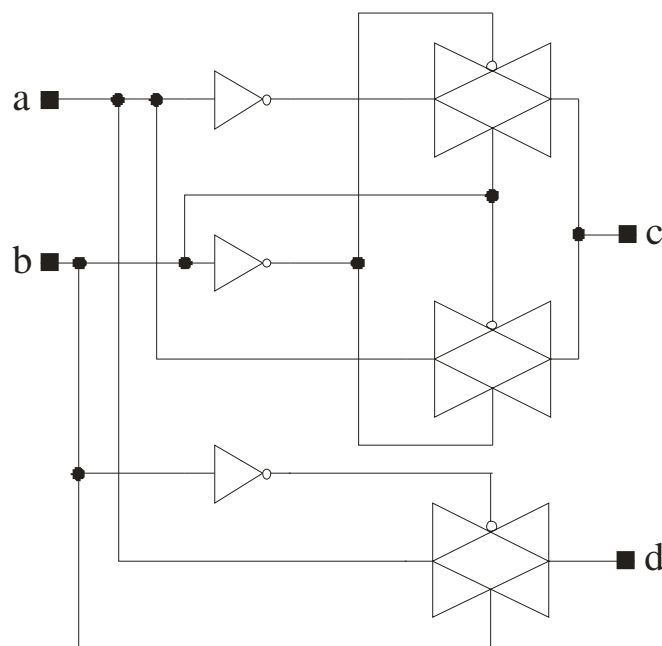

Bild 4.1: Schaltung mit Transferrgates
b) In Bild 4.1 ist eine mit Transferrgates aufgebaute Schaltung abgebildet. Füllen Sie die Wahrheitstabelle (Tabelle 4.1) aus! Welche Funktion wird realisiert?